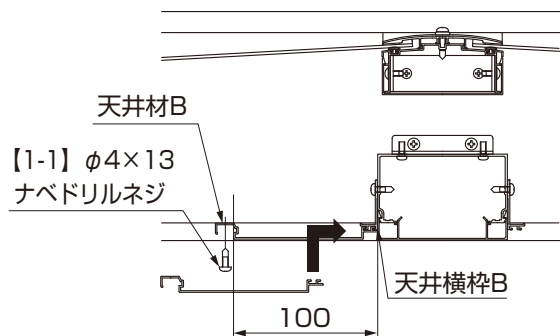

図4-34 天井材Bの取付け
②天井材Bを天井横枠Bに差込み(P.19 図4-34参照)図の寸法を確認の上、天井縦枠、調整フレームに【1-1】で取付けてください。
●P.19 図4-34参照の寸法からはずれていると天井材Cが取付かない場合があります。必ず※1の複数箇所で寸法の確認を行ってください。